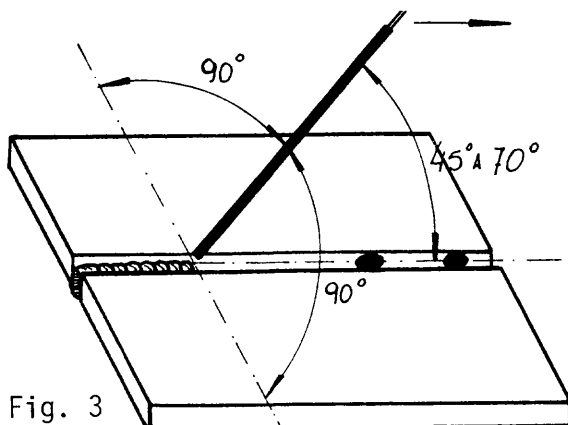

Fig. 3
- a Incline el electrodo en dirección al avance (fig. 3).